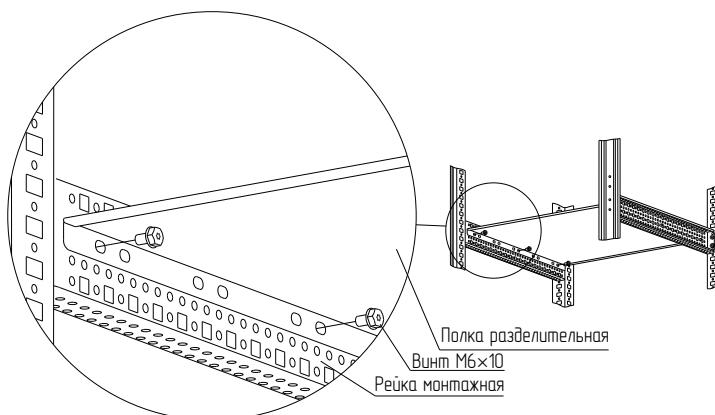

Рисунок 17
4.7.3 Закрепите полку разделительную винтами M6×10 между рейками монтажными (Рисунок 17). Момент затяжки – 7 Н·м. Винты приобретаются отдельно.